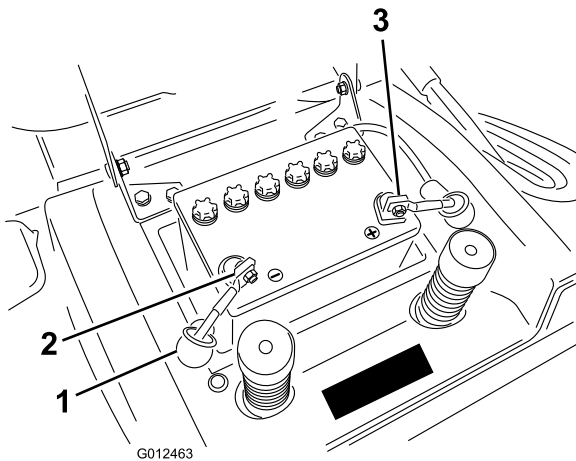

Figure 33
7. Débranchez le câble négatif (noir) de mise à la masse de la borne de la batterie (Figure 33).
9. Débranchez le câble positif (rouge) de la borne de la batterie (Figure 33).
1. Placez la batterie sur le châssis, en dirigeant les bornes vers l'arrière de la machine (Figure 33).
3. Connectez le câble positif (rouge) à la borne positive (+) de la batterie à l'aide du boulon et de l'écrou à oreilles (Figure 33). Glissez le capuchon en caoutchouc sur la borne de la batterie.
4. Connectez le câble négatif (noir) à la borne négative (-) de la batterie à l'aide du boulon et de l'écrou à oreilles (Figure 33). Glissez le capuchon en caoutchouc sur la borne de la batterie.